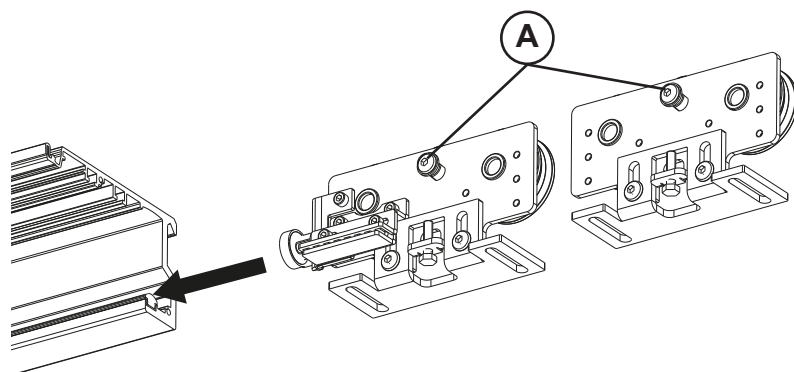

fig. 10
- infilare i carrelli a ruota singola dal lato destro della trave binario sulla rotaia di scorrimento (per primo viene inserito quello con l'attacco cinghia), vedi fig. 10. Regolare il ruotino antideragliamento tramite la vite **A** di fig. 10, il ruotino deve essere molto vicino al profilo di scorrimento, ma non deve toccarlo;
- insert the single wheel carriages on the right of the track beam onto the sliding track (the one with the belt attachment is to be inserted first), see fig. 10. Adjust the anti-derailment wheel with screw **A** as in fig. 10; the wheel must be very near the sliding profile but must not touch it;